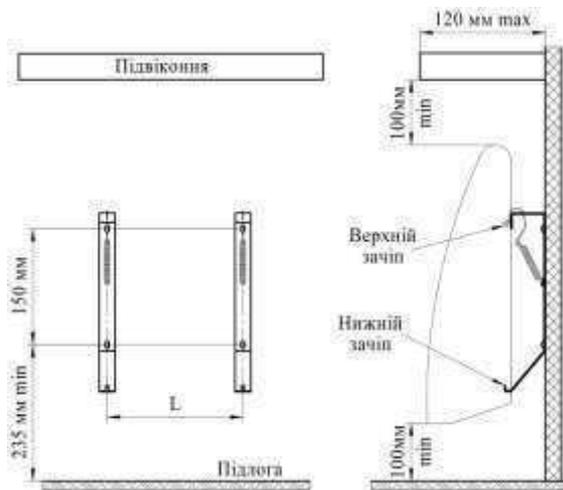

Рис.2
5.4 Для стаціонарного встановлення конвектора виконайте на стіні розмітку під кріпильні отвори (див. рис.2, табл.2). Закріпіть кронштейни для встановлення конвектора будь-яким доступним способом, забезпечивши їх надійне кріплення протягом всього терміну експлуатації конвектора.